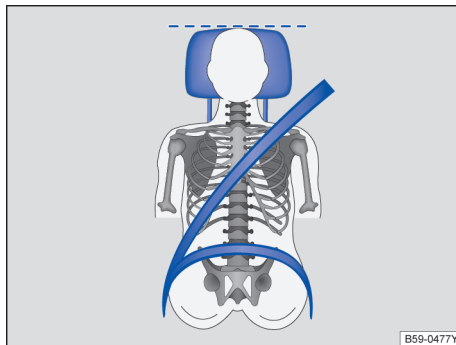

图 19 驾驶员头枕的正确位置
- 调节头枕，使头枕的上沿与您的头顶等高，不可低于眼睛，头部尽可能贴近头枕→图 19。
- 正确调节头枕，使其上沿与头顶等高，但勿低于眼睛，头部尽可能贴近头枕→图 19